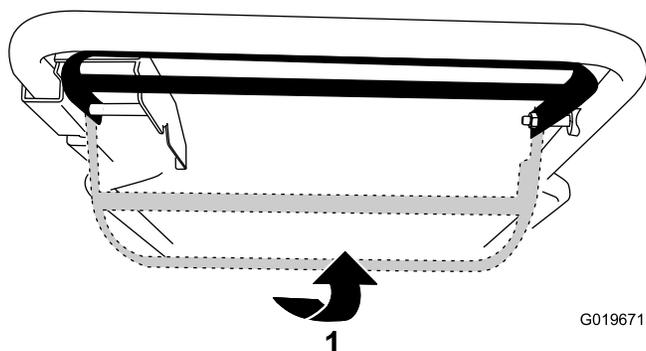

Figure 16
- Pour utiliser l'autopropulsion sans engager les lames, relevez la barre de commande contre le guidon (Figure 16).
- Pour utiliser l'autopropulsion et engager les lames, poussez la barre de commande complètement à droite et relevez-la contre le guidon (Figure 16).